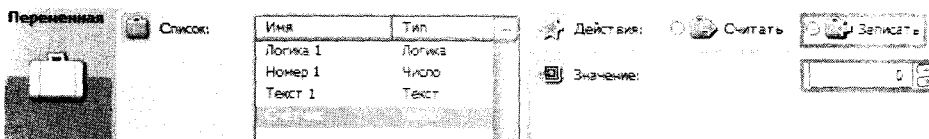

Рис. 197. Настройки блока **Переменная**
2. Сколько посетителей было перед открытием магазина? Правильно, нуль. Поэтому выберем режим **Записать** в переменную и зададим значение 0 (рис. 197).